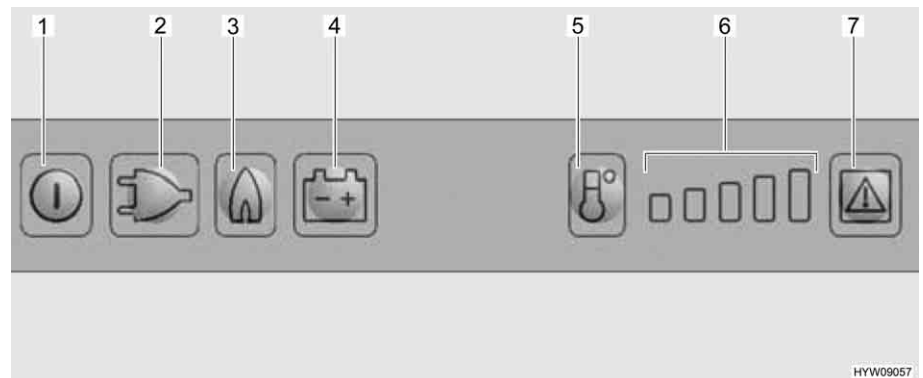

Bild 209 Reglage, knappar för kylskåpet
- Tryck på på/av-knappen (Bild 209,1) i cirka 2 sekunder. Kylskåpet slår på sig. Knappen för senast valda driftläge tänds.
- Tryck eventuellt på knappen för driftläge "Gas" (Bild 209,3). Knappen tänds. Nu är gastillförseln öppen. Tändning sker automatiskt. Ett tickande ljud hörs tills tändningsproceduren är klar.
- Ställ in kyltemperaturen med knappen temperaturstegsval (Bild 209,5).
- Tryck eventuellt på knappen för driftläge "230 V" (Bild 209,2). Knappen tänds.
- Tryck eventuellt på knappen för driftläge "12 V" (Bild 209,4). Knappen tänds.